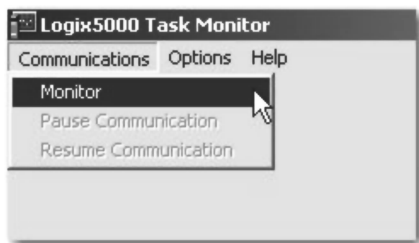

图 12-3 任务监视器通信菜单
9. 在工具栏菜单中，选择“通信 > 监视”（Communications > Monitor），如图 12-3 所示。